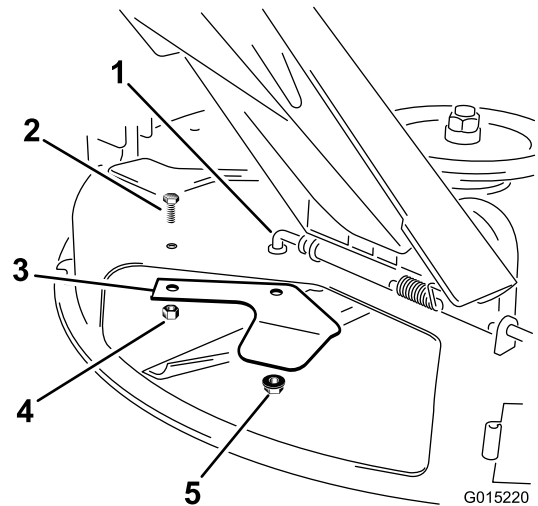

Bild 20
2. Nehmen Sie die Sicherungsmuttern und die Schraube ab, mit denen das Versatzablenkblech an der Unterseite des Mähwerks befestigt ist (Bild 20). Bewahren Sie alle Befestigungen auf.